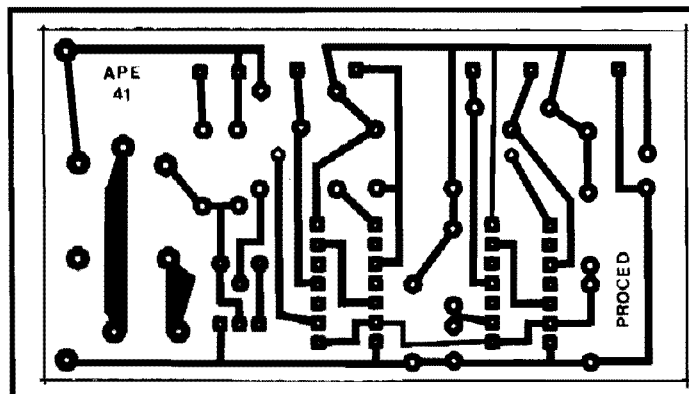
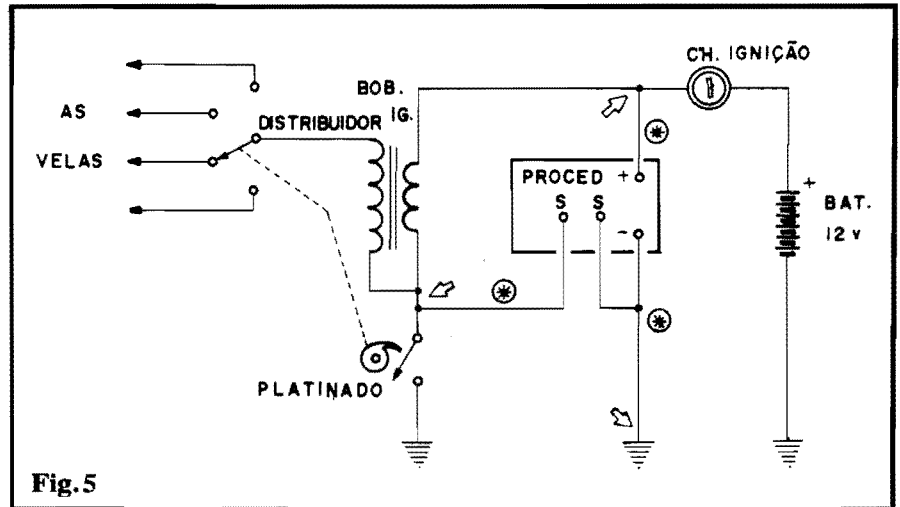

Fig. 2
Fig.5
- **FIG. 5 - INSERINDO O PROCED NO SISTEMA DE IGNIÇÃO (INSTALAÇÃO)** - É necessário que o Leitor/Hobbysta conheça um mínimo da estrutura elétrica do sistema de ignição do veículo, para a correta instalação do PROCED... O diagrama traz um esquema direto e claro de como o dispositivo deve ser inserido, notando que apenas as ligações indicadas pelas setas (e as cabagens marcadas com asteriscos...) devem ser acrescentadas... "Nadinha" precisa ser "mexido" na original instalação/cabagem do sistema elétrico do veículo, já que o PROCED é simplesmente "acrescentado"... Quem tiver muitas dúvidas a respeito, deverá consultar um electricista de auto, levando uma cópia do esquema (fig. 5) que elucidará o profissional sobre a (facíl) instalação do dispositivo... Resumindo: o ponto (-) da placa vai à "massa" ou "chassis" do carro (**negativo** da alimentação), o ponto (+) vai aos 12V **positivos** do sistema elétrico, porém obrigatoriamente **passando** pela chave de ignição, de modo que apenas quando esta for ligada o circuito possa receber energia... Finalmente, os pontos (S-S) servirão para eletricamente "curto-circuitar" o platinado do veículo... Isso é promovido de forma muito simples: um dos pontos S vai à "massa" ou "chassis", enquanto que o outro vai ao terminal da bobina de ignição acoplado
Se a bateria do veículo for simplesmente substituída por uma fonte (ligada à CA local) capaz de fornecer os 12V necessários ao circuito, e se o contato NF do relê (originalmente não aproveitado) for utilizado (basta conetar um fio à ilha respectiva, na face cobreada do impresso - ver fig. 2...), o conjunto poderá ser facilmente adaptado para funcionamento "não automotivo"... Nesse caso, uma "chave extra" deverá ser incorporada ao painel de digitação, na forma de um interruptor tipo "liga-desliga", cuja "posição elétrica" deverá corresponder à ocupada pela chave de ignição (rever fig. 5...). Basta um pouquinho de raciocínio e inventividade, para implementar diversas utilizações práticas, nesse tipo de configuração...